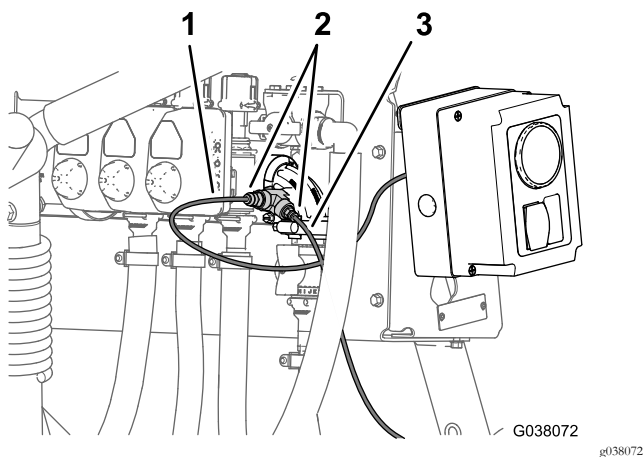

Рисунок 125
1. Подсоедините конец трубки датчика давления (пластиковой) для манометра на приборной панели к запорному кольцу соединительной муфты трубки на тройнике (Рисунок 125).
2. Вставьте трубку датчика давления в запорное кольцо до полной посадки трубки (Рисунок 125).
3. Совместите конец трубки датчика давления (пластиковой) для манометра на блоке управления комплектом распылителя или комплектом электрического шлангового барабана с запорным кольцом соединительной муфты трубки на тройнике (Рисунок 125).
4. Вставьте трубку датчика давления в запорное кольцо до полной посадки трубки (Рисунок 125).